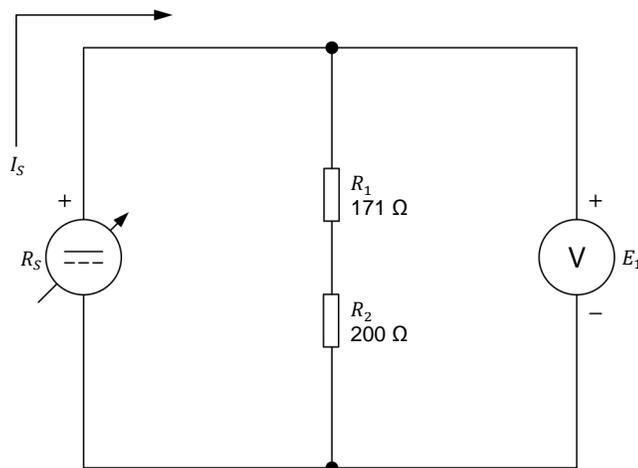

Figure 18. Déterminer la résistance équivalente de résistances connectées en série.
3. Montez le circuit en série montré dans la figure 18. Pour obtenir l'arrangement de résistances dans la figure 18, effectuez les connexions et réglages des commutateurs nécessaires sur le module Charge résistive.
6. Calculez la résistance équivalente ($R_{Eq.}$) des résistances en série R_1 et R_2 dans la figure 18.